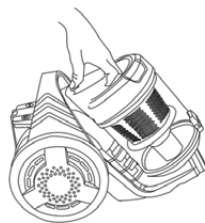

Fig. 2
2. Premere il fermo sul corpo dell'aspirapolvere (Fig. 2) e tirare verso alto il contenitore raccogli polvere.